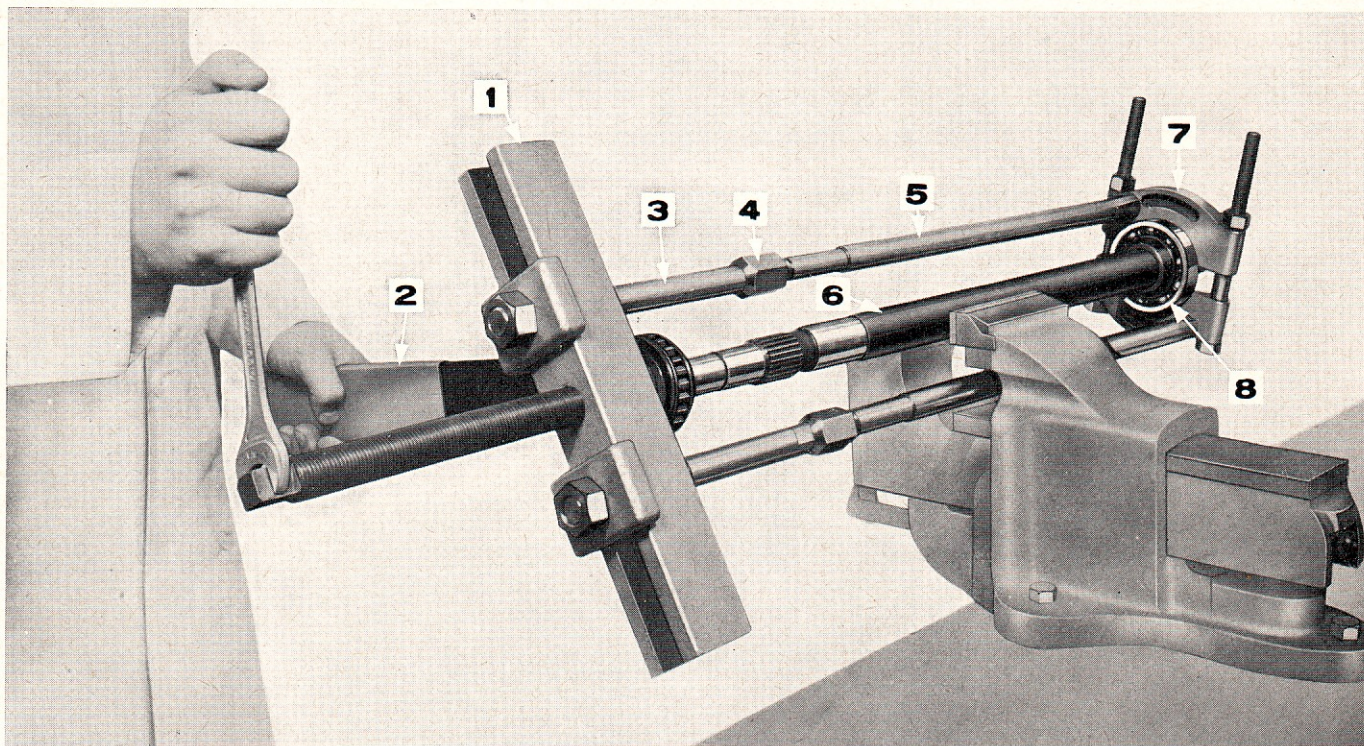

Figure 19: Montage du roulement arrière de l'arbre
2. Monter le roulement à l'aide des outils 924, 930-B, 930-E, 938, 951 et P-61 (Figure 19).